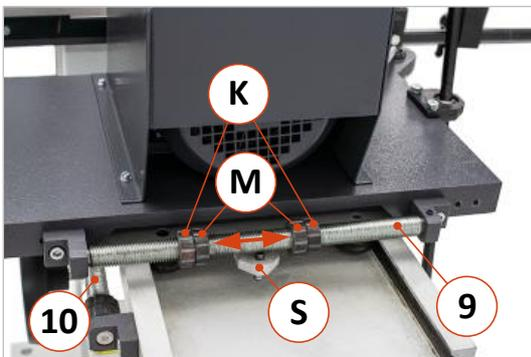

Abbildung 19: Bohrlängenanschläge
1. Nach den Voreinstellungen (siehe ⇒ 12.2) wird an der Anfangs- und Endposition (siehe Distanz „D“) der beiden in ⇒ Abbildung 19 gezeigten Bohrlängenbegrenzer (**M**) jeweils eine Bohrung bis zur eingestellten Tiefe in das Werkstück gebohrt.
3. Anschließend das Langloch herstellen. Dies erfolgt durch mehrmaliges Hin- und Herbewegen mit dem Einhand-Bedienhebel gegen die beiden in ⇒ Abbildung 19 gezeigten Bohrlängenbegrenzer (**M**) in Querrichtung ⇄. Vorgang so oft wiederholen, bis alle Zwischenbohrungen ein sauberes und durchgängiges Langloch bilden.